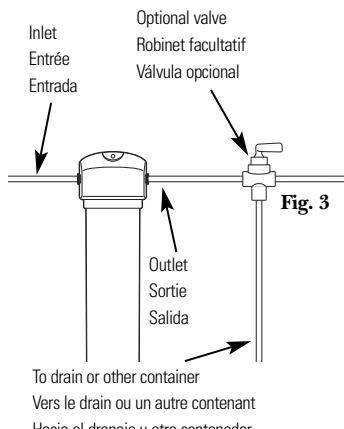

Fig. 3
1. Cycle the refrigerator water dispenser or run an optional valve (Fig. 3) for 4 gallons (5 minutes) to flush out any harmless carbon fines that may be present.
An optional valve can be installed (Fig. 3) to flush water without going through the refrigerator water dispenser. (This valve must be purchased separately and installed to comply with existing state or local plumbing codes.)
1. Mettre en cycle le rafraîchisseur d'eau du réfrigérateur ou actionner un robinet facultatif (Fig. 3) pour 15 L (5 minutes) afin d'évacuer les particules fines de carbone inoffensives qui pourraient être présentes.
Un robinet facultatif peut être installé (Fig. 3) pour évacuer l'eau sans devoir passer par le rafraîchisseur d'eau du réfrigérateur. (On doit se procurer ce robinet séparément et il doit être installé conformément aux codes de plomberie en vigueur localement.)
1. Inicie un ciclo del dispensador de agua del refrigerador o abra una válvula opcional (Fig. 3) por 15 L (5 minutos) para lavar cualquier rastro de carbono inocuo que pueda estar presente.
Se puede instalar una válvula opcional (Fig. 3), para dejar correr agua sin pasar por el dispensador de agua del refrigerador. (Esta válvula se debe comprar por separado e instalarse según los códigos de plomería locales y estatales existentes.)